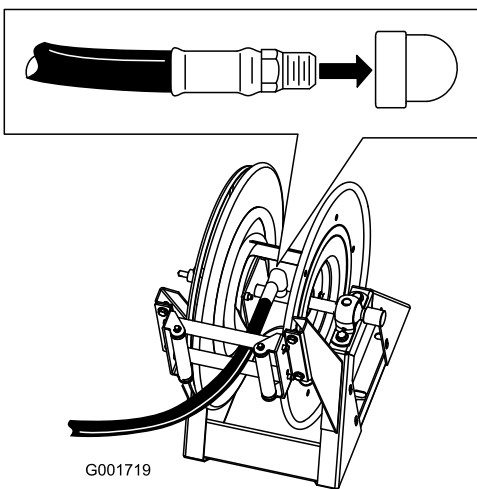

Figura 23
1. Înfăurii banda de Teflon® în jurul filetelor fittingului pentru furtun pe furtunul lung i montai fittingul în tubul de conectare de pe tambur (Figura 23).